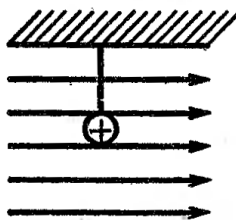

Рис. 5.1
**ЗАДАЧА 5.1.** В однородном магнитном поле с индукцией  $B=0,04$  Тл на подвесе помещен проводник длиной  $l=70$  см перпендикулярно линиям поля (рис. 5.1). Определить электромагнитную силу при токах  $I=0,5; 1,0; 1,5; 2,0$  и  $2,5$  А. При каком значении тока произойдет разрыв нити, если сила натяжения для ее разрыва  $F_H=0,08$  Н, сила тяжести проводника  $P=0,018$  Н? Определить минимальный ток для разрыва нити подвеса.